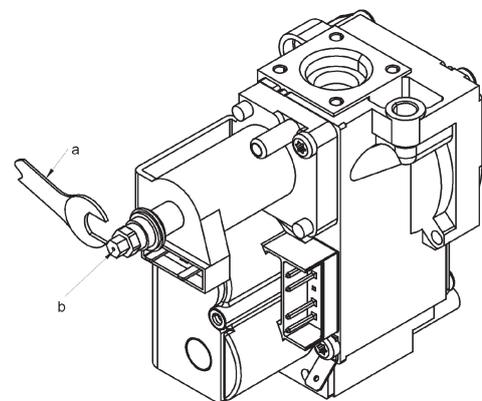

Abb. 9
- Die Messingschraube (**a**) der Abb. 9 so verstellen, bis die in Tabelle 1 angegebenen Werte erreicht werden.
- Das Netzkabel vom Steuerkopf abhängen und die Schraube (**b**) der Abb. 9 lösen, bis der Druckwert erreicht wird, der dem reduzierten Druck (siehe Tabelle 1) entspricht;